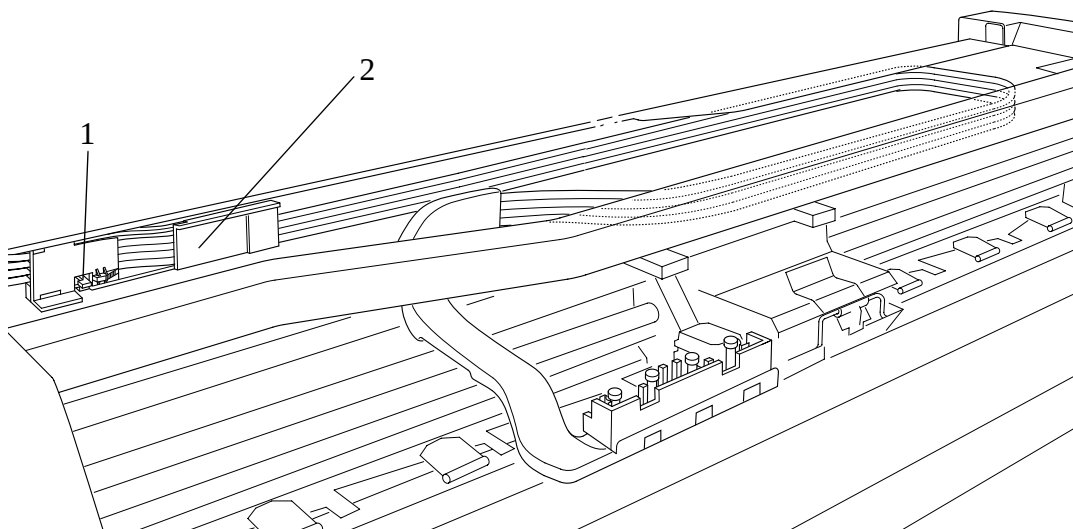

図 63 : チューブ固定クリップ
- 14** タブ (部品1) を手前に押し込み、チューブ固定クリップ (部品2) 全体を右に押してから手前に引きます (図63参照)。